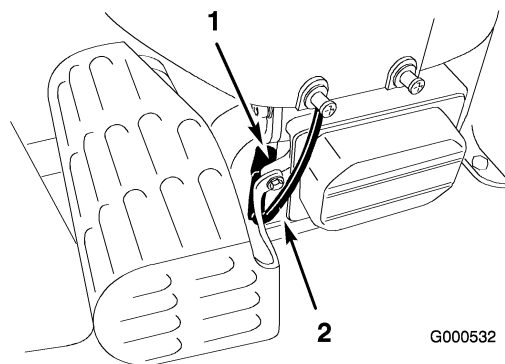

Figura 30
- Retire el cable de bujía (Figura 30). Limpie alrededor de la bujía para evitar que entre suciedad en el motor y pueda causar daños.
3. Conecte el cable a la bujía (Figura 30).